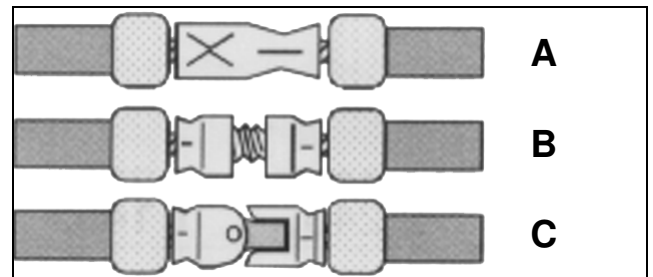

Bild 4.9 Diamant-Sägeseilverschlüsse (Seilverbinder)
Es werden drei Arten von Seilverschlüssen verwendet (Bild 4.9). Den unlösbaren (Stahlklemmen-) Hülsenverbinder (A). Den lösbaren (Schraubverbinder-, M 5- Gewindeverschluss (B). Der wegen der im Vergleich größeren starren Länge nicht besonders für Seilspeichereinsatz geeignet ist. Und den lösbaren Gelenkverbinder (C) (Gelenkverschluss).